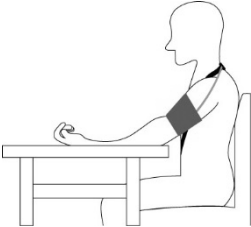

Afb.2: Plaats van de manchet
- De manchet moet zo worden geplaatst dat de manchetslang op geen enkel punt kan worden geknikt. Plaats de manchet zodanig dat de onderrand van de manchet zich ongeveer 2 cm boven de bocht van uw elleboog bevindt, zie afb. 2.
- Zorg ervoor dat het slagadersymbool op de manchet zich op de slagader (Arteria Brachialis) bevindt, zie afb. 2.